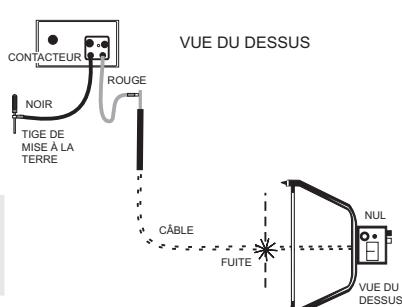

Figure 5. Récepteur de remise à zéro – Deuxième essai
*Remarque: Le récepteur indiquera une valeur nulle lorsque les sondes enjambent exactement la fuite. Marquez cet emplacement. (Voir la figure 5.)*